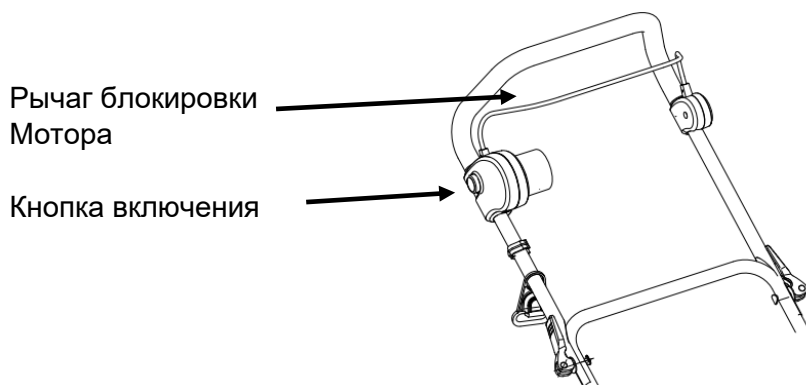

Рис.11
- b. Нажмите кнопку включения и удерживайте ее в этом положении (Рис. 11).